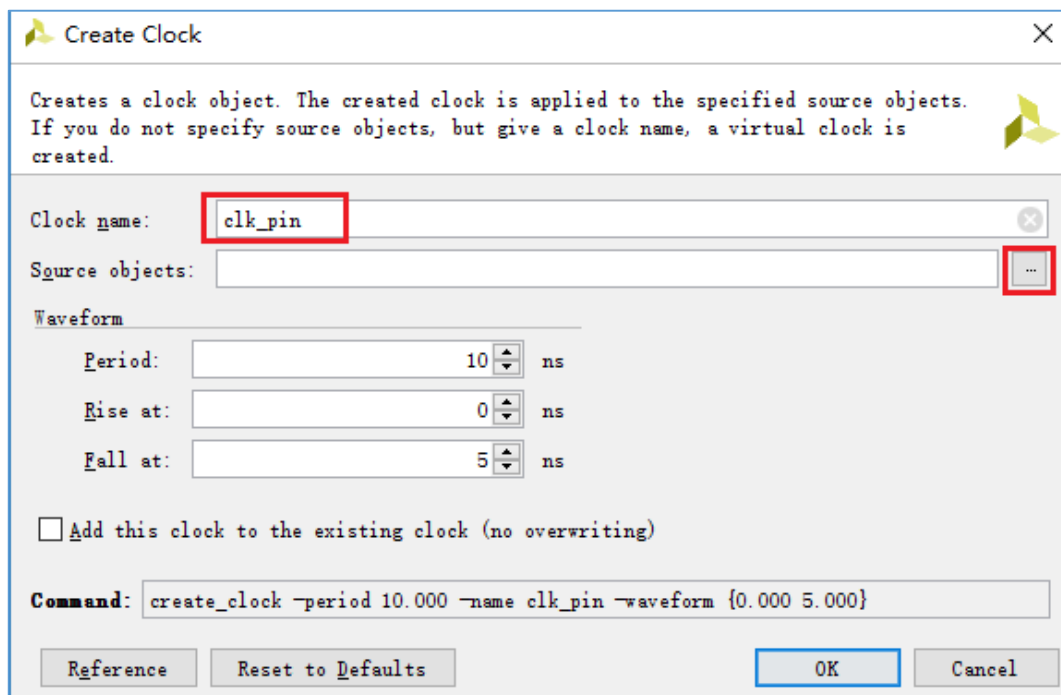

图 4.45 时钟变量名设置
3. 双击左边 Clock->Create Clock, 进入图 4.45 所示 Create Clock 界面, 在 Clock name 中输入时钟变量名, 此处为 clk_pin。在 Source objects 中选择右边的按钮。